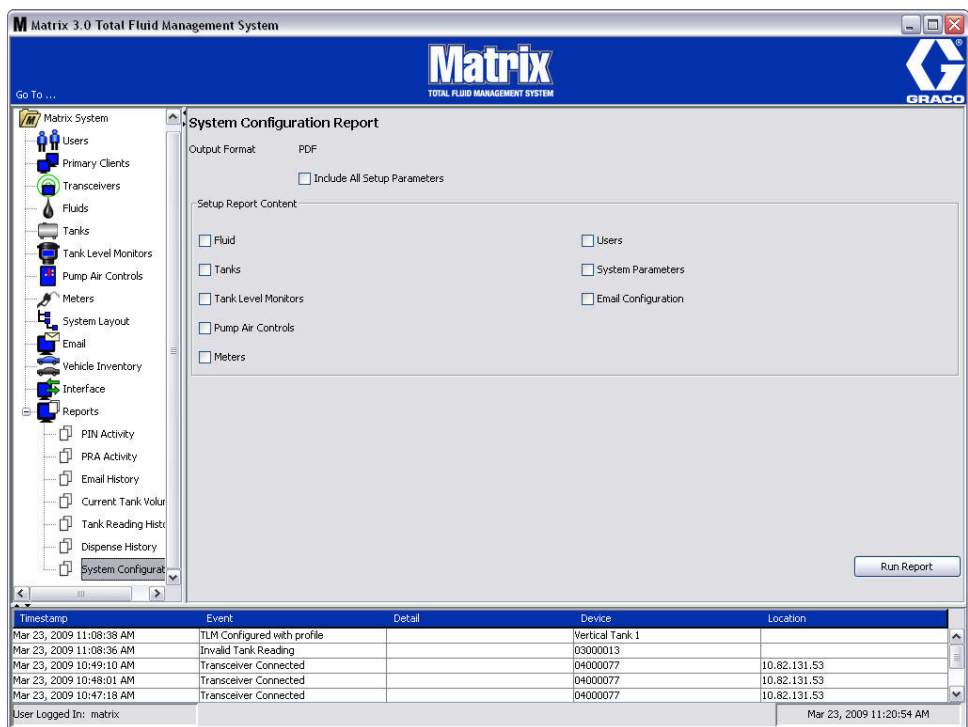

Рис. 179
- Экран «System Configuration» [Конфигурация системы] (Рис. 179)